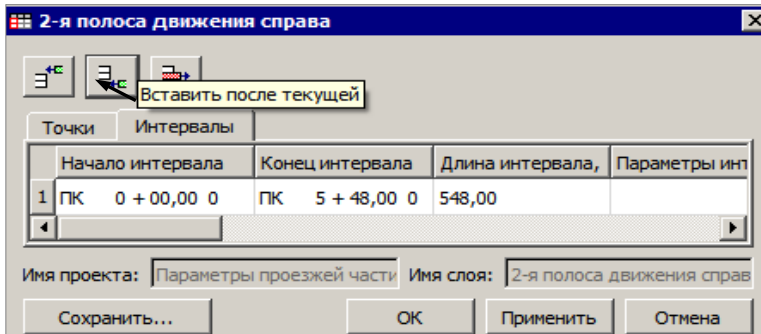

Рис. 13.3
- В диалоге **2-я полоса движения справа** перейдите на вкладку **Интервалы** (рис. 13.3).
- Добавьте строку, для этого служат кнопки **Вставить до текущей** или **Вставить после текущей** (рис. 13.3).